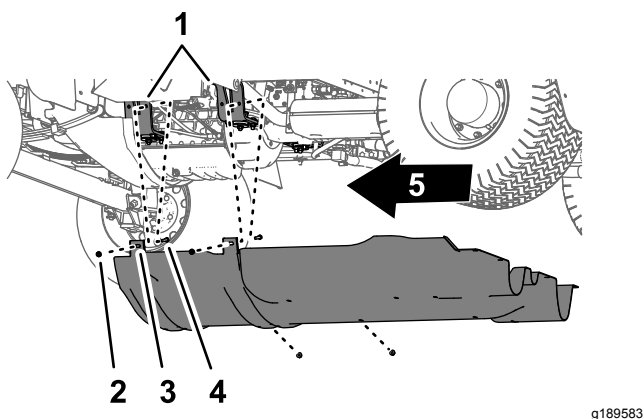

Figura 65
2. Retire los 4 pernos con arandela prensada (5/16") de los pernos y del perno de cuello cuadrado que sujetan las pestañas de montaje del protector de bajos a los soportes de montaje del motor de la máquina (Figura 65).
- Retire el protector de bajos de la máquina (Figura 64 y Figura 65).
- Alinee el protector de bajos con el chasis de la máquina; consulte Figura 65, en Retirada del protector de bajos (página 54).
- Coloque las pestañas de montaje del protector de bajos sobre los pernos de los soportes de montaje del motor; consulte Figura 65, en Retirada del protector de bajos (página 54).
- Monte la cubierta del chasis en los soportes de montaje del motor y los pernos (Figura 65) con las 4 contratuercas prensadas (5/16") que retiró en el paso 2 de Retirada del protector de bajos (página 54).